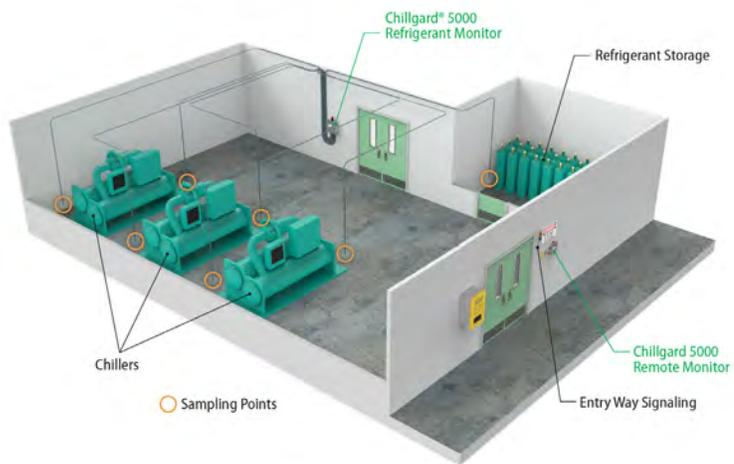

Fig. 7 Local de montagem para refrigerantes
- Aproximadamente 5 ft (1,5 m) acima do chão (Fig. 7, Fig. 9).